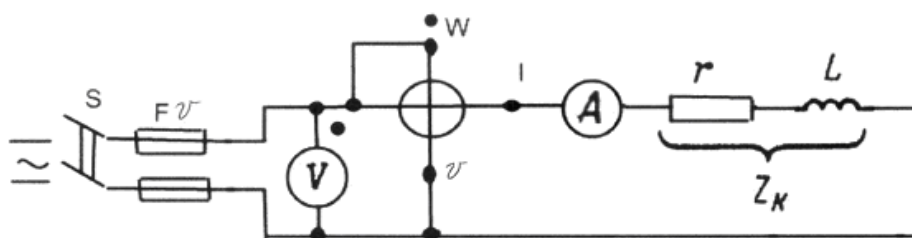

Рис. 4.1
1. Собрать электрическую цепь по схеме рис. 4.1.